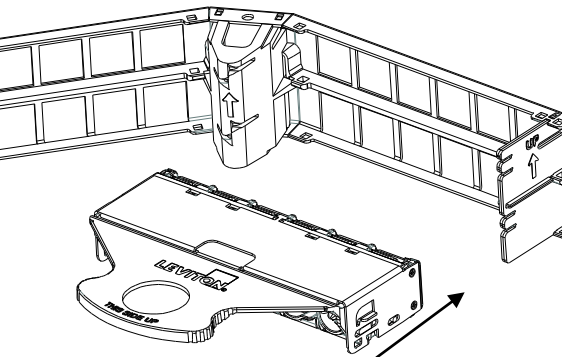
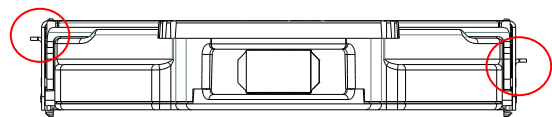

Figure 2.
Figure 3.
5. Insert the cassette into the patch panel with the handle in the up position. (Figure 2) Tabs on the sides are at different heights to allow cassettes to be installed in the up position only. (Figure 3)
1. Insert the cassette into the patch panel with the handle in the up position. (Figure 2) Tabs on the sides are at different heights to allow cassettes to be installed in the up position only. (Figure 3)
5. Insérer la cassette dans le tableau de connexion en remettant la poignée à l'endroit (écriture vers le haut, figure 2). Les pattes latérales sont à différentes hauteurs afin d'éviter d'installer les cassettes à l'envers (figure 3).
1. Insérer la cassette dans le tableau de connexion en remettant la poignée à l'endroit (écriture vers le haut, figure 2). Les pattes latérales sont à différentes hauteurs afin d'éviter d'installer les cassettes à l'envers (figure 3).